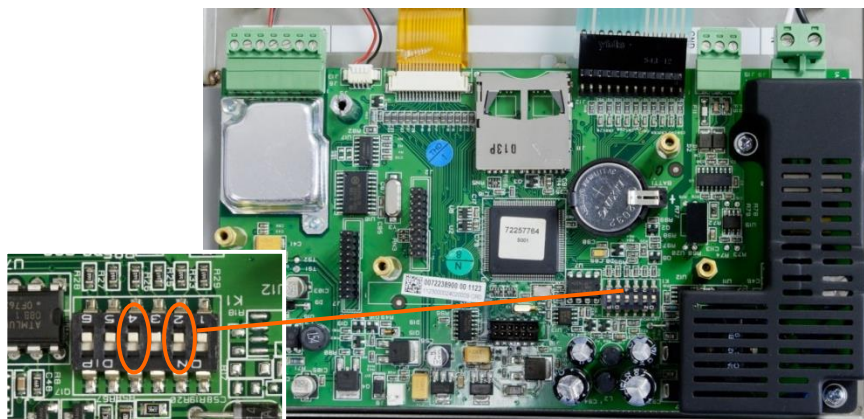

Figure 5-8: Commutateurs SW1-2 et SW1-4
2. Placez le commutateur SW1-2 en position Marche comme sur la Figure 5-8.
- La position de SW1-4 (aussi présentée sur la Figure 5-8) détermine si les données EEPROM ayant une signification métrologique pour l'étalonnage de la bascule sont réinitialisées lorsqu'une réinitialisation générale est effectuée. SW1-4 doit être sur Marche pour réinitialiser les données EEPROM. Si SW1-4 est réglé sur Arrêt, les données métrologiques EEPROM **ne seront pas** affectées par une réinitialisation générale et l'étalonnage d'origine subsistera.